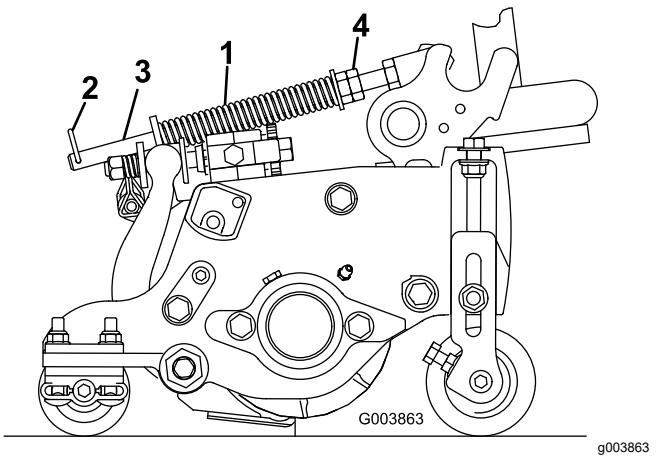

図 21
ターフ補正スプリング 図 21 は、前ローラから後ローラへと、カッティングユニットの体重移動を行います。これによりユニットを安定させ、いわゆる「波打ったような」仕上がりボビングとかマーセリングといわれる現象を防いでいます。
1. ヘアピンコッターがスプリングロッドの後の穴に差し込まれていることを必ず確認してください 図 21。
2. スプリングロッド前部の6角ナットを締めて、スプリング圧縮状態の長さが15.9cm になるようにする 図 21。